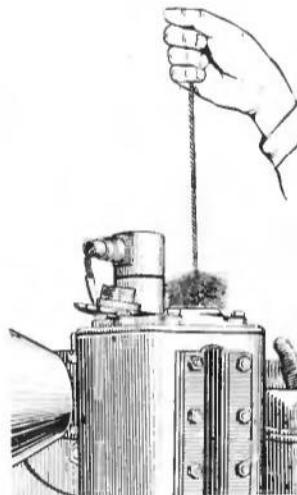

Рис. 77. Очистка стекла расширительного бачка
* очистить водомерное стекло расширительного бачка ёршом (рис. 77);